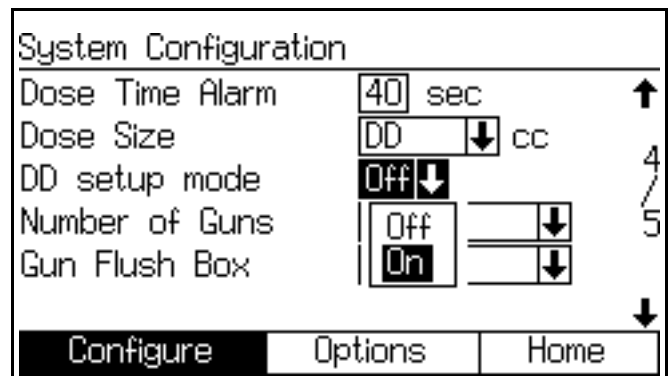

FIG. 55 Schermata Configure (Configurare) 4, modalità di impostazione di dosaggio dinamico abilitata
3. Selezionando l'opzione "DD" nella schermata Configure (Configurare) 4 si rende disponibile la modalità di impostazione DD. Vedere FIG. 55. Per abilitare "DD modalità di setup", selezionare On nel relativo menu a discesa. Questo disabilita (Off) gli allarmi E-3 e E4 del rapporto, permettendo una impostazione e una temporizzazione continue.